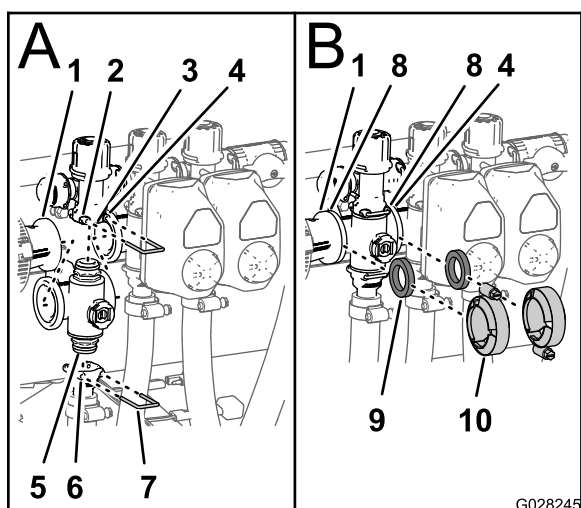

Figura 144
1. Insira a união do tampão superior da válvula do coletor na união da distribuição (Figura 144).
2. Prenda a união do tampão à união da distribuição ao inserir uma fixação na entrada da união da distribuição (Figura 144).
3. Monte a união de saída na união do tampão inferior da válvula do coletor (Figura 144).
4. Prenda a união do tampão à união de saída ao inserir uma fixação na entrada da união de saída (Figura 144).
5. Alinhe uma junta entre as flanges do acoplador de redução e do coletor da válvula de secção (Figura 144)
6. Monte o acoplador de redução, junta e coletor da válvula de secção com uma braçadeira e aperte bem à mão (Figura 144)
7. Se instalar as duas válvulas de secção mais à esquerda, alinhe uma junta entre as flanges dos dois coletores da válvula de secção adjacentes (Figura 144).
8. Monte os dois coletores da válvula de secção adjacentes e junta com uma braçadeira e aperte bem à mão (Figura 144).